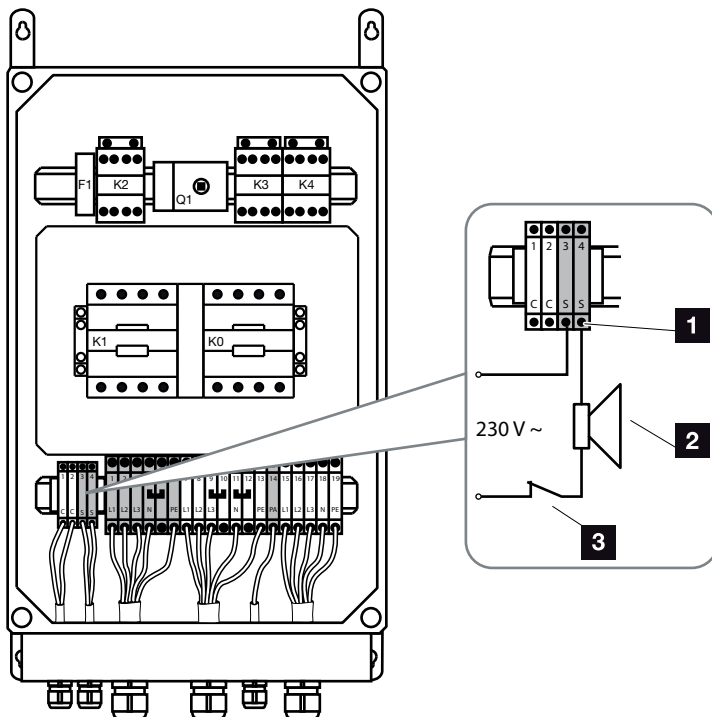

Abb. 19: Anschluss externer Signalgeber
4. Die Adern der Leitung entsprechend der Beschriftung an der Anschlussklemme anschließen.  **Abb. 19**